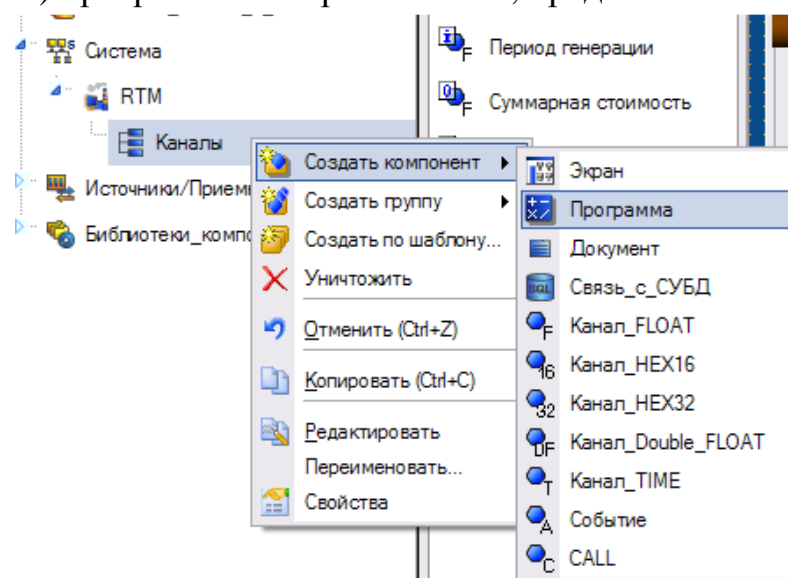
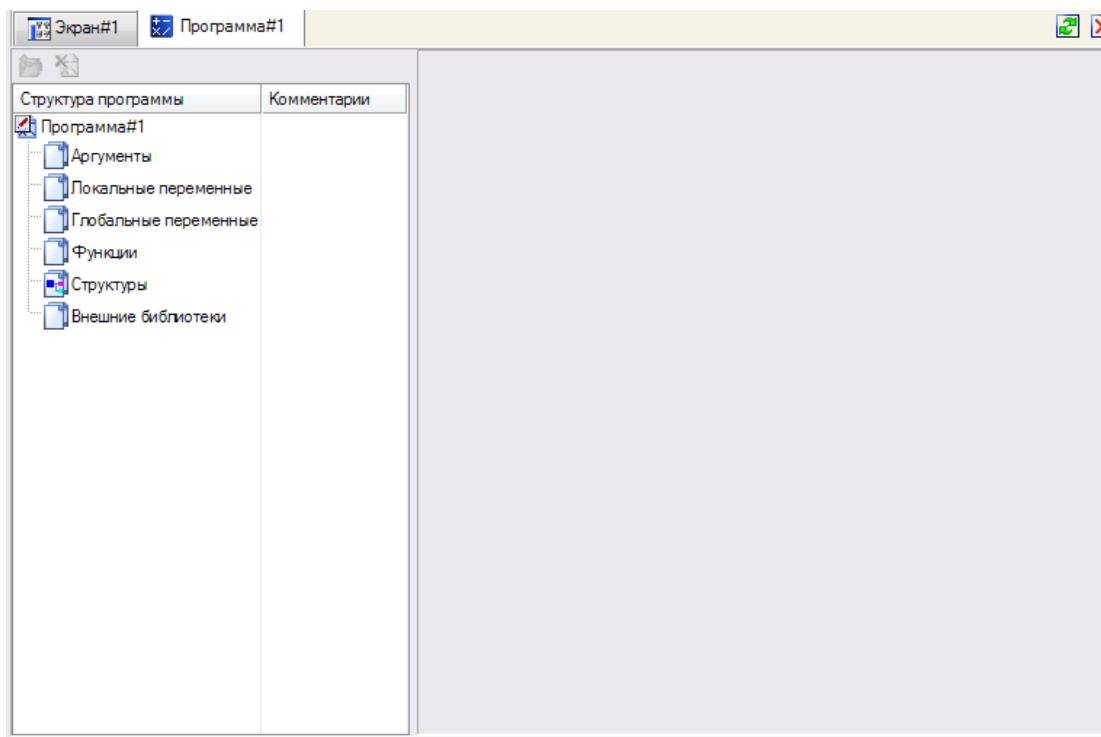

Рис. 3.49 Создание объекта программа
Рис. 3.50 Окно редактирования шаблона программы
6. **Создание FBD диаграммы.** Выделите группу **каналы** RTM узла и вызовите контекстное меню. В появившемся меню выберите **создать компонент**. Среди предложенных вариантов выберите **программа** (рис. 3.49). Выделив созданную программу и, щелкнув левой клавишей мыши, можете изменить имя программы, например, на «синусоида». Выделите созданный объект-программу и вызовите контекстное меню. В появившемся меню выберите **редактировать**. Откроется окно, аналогичное редактированию канала float. В поле период выберите **1**, выберите единицу измерения— **секунду** (сек). После настройки периода пересчета окно редактирования канала можно закрыть. Двойным щелчком левой клавиши мыши по созданной программе или вызвав контекстное меню и выбрав строчку **редактировать шаблон**, вызовите окно для создания (или редактирования) программы. Откроется окно, представленное на рис. 3.50.